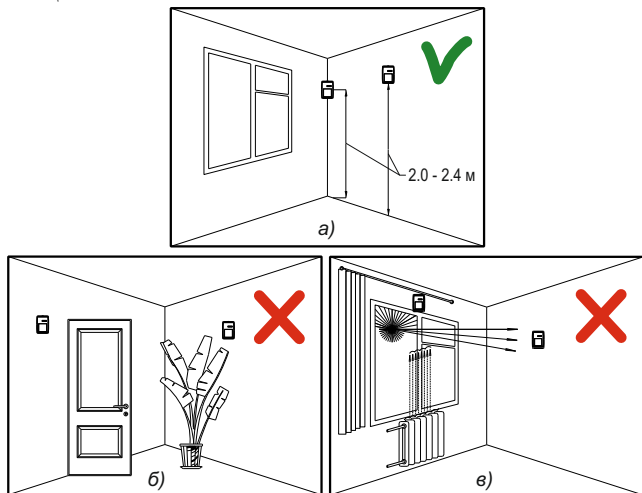

Рисунок 3
6.4 Варианты размещения извещателя приведены на рис. 3, где а) -рекомендуемые, б) и в) - не рекомендуемые места размещения.